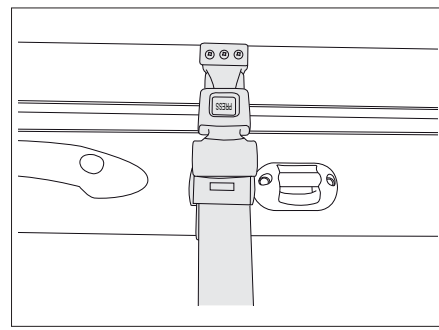

Fig. 144 Ceinture de sécurité du lit escamotable manuel
- Fixer le lit escamotable au toit avec la ceinture de sécurité (Fig. 144).